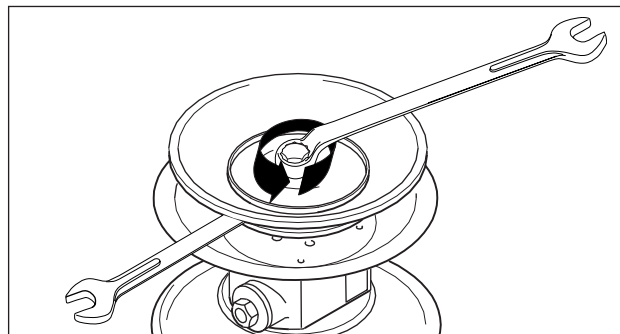
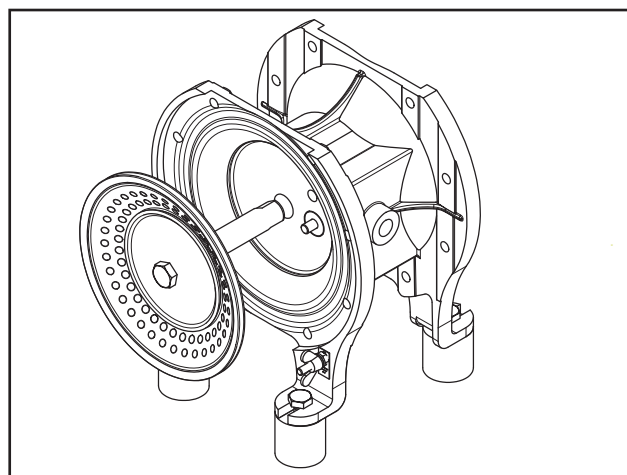

Рис. 10: Ослабление диафрагменной тарелки. (Не требуется в случае диафрагмы porpedE4®.)
Рис. 21: Вынимание мембраны с поршневым штоком
- Ослабьте стяжные хомуты (при необходимости, смажьте, чтобы избежать фиксирования гаек и болтов из высококачественной стали) (рис. 10). В случае высококачественной стали, отполированных вариантов (DL, DH), откройте резьбовое молочное соединение.
- Ослабить внешнюю мембранную тарелку и снять с мембраной (рис. 10 и рис. 21)
См. также 5.3.2.3. В отличие от рис. 21 сначала отвинтить диафрагменную тарелку. Вынуть отдельно поршневой шток из блока управления.